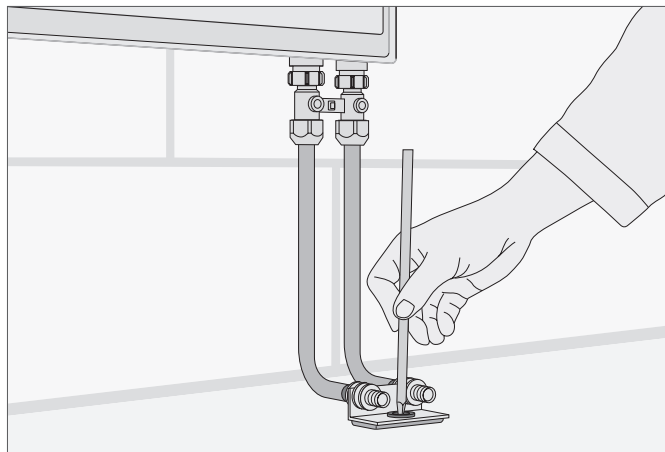

Рис. 15-9 Отметить место крепления
10. Отметить место крепления фиксирующего уголка (см. рис. 15-9).